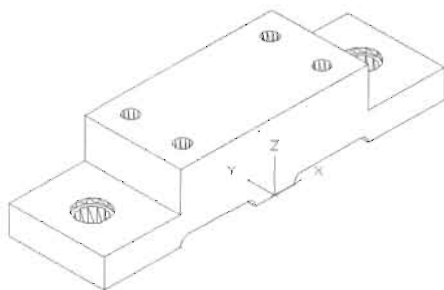

图 14-133
(18) 使用 Subtract (差集) 命令把 4 个圆柱体从大的实体中挖掉, 然后执行“视图>消隐”菜单命令, 效果如图 14-133 所示。